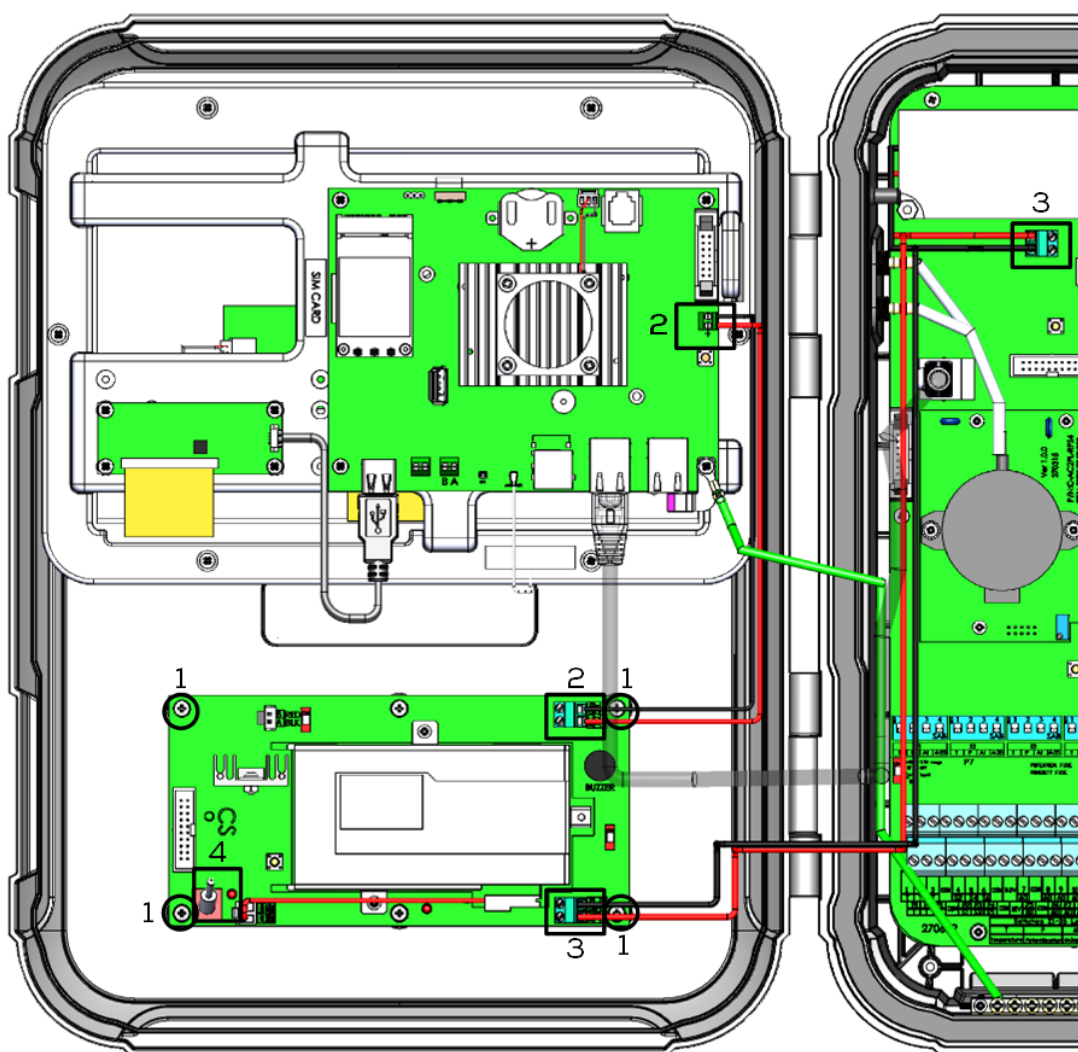

Figura 52: Instalação da bateria de alarme do Trio
- Se a bateria for adquirida como atualização, instale a unidade conforme mostrado na Figura 52.
CAUTION Desligue a bateria de alarme antes de reiniciar o Trio. Coloque a chave de alavanca em Desligado. Veja a Figura 52.